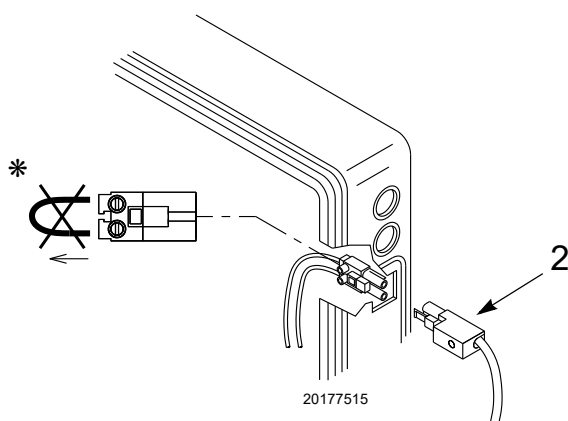

Fig. 2
- Brancher la fiche à 2 pôles de l'extérieur du brûleur 2)(Fig. 2).
* Pour le kit code 20175404, retirer le pont de fils de la prise XP2 comme indiqué Fig. 2 et dans les branchements électriques du manuel du brûleur.